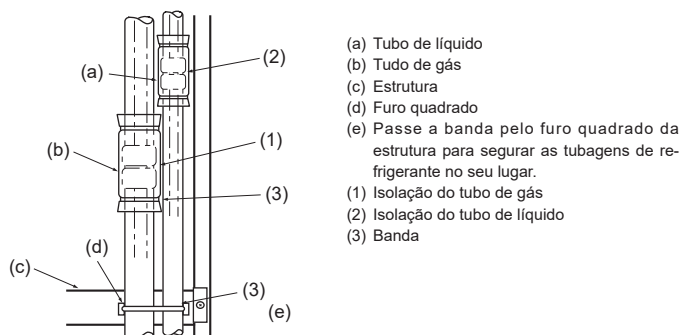

Fig. 4-5
Isolar completamente as juntas de alargamento (1) e (2) dos tubos de gás e de refrigerante. Se uma parte das juntas ficar visível, pode formar-se condensação e gotejamento. (Fig. 4-5)
- Aperte a isolamento do tubo de gás (1) e a isolamento do tubo de líquido (2) nas duas pontas de maneira que não deslizem e se alinhem uma pela outra.
- Terminada a isolamento, utilize uma banda (3) para apertar a tubagem de refrigerante à estrutura (por baixo da secção da junta do tubo). Isto evitará que o tubo refrigerante salte da estrutura.